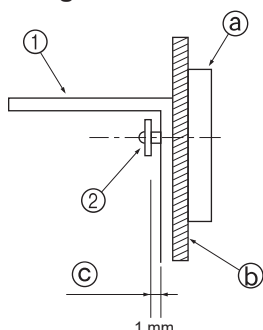

Fig. 3-4
- Monte primero el soporte a la pared y luego apriete los tornillos de forma que el soporte pueda moverse hacia arriba y hacia abajo. (Fig. 3-4)
- ① Soporte antibasculante
- ② Tornillo tirafondos
- ③ Entrepaño
- ④ Material de la superficie de la pared
- ⑤ Separación de aproximadamente 1 mm